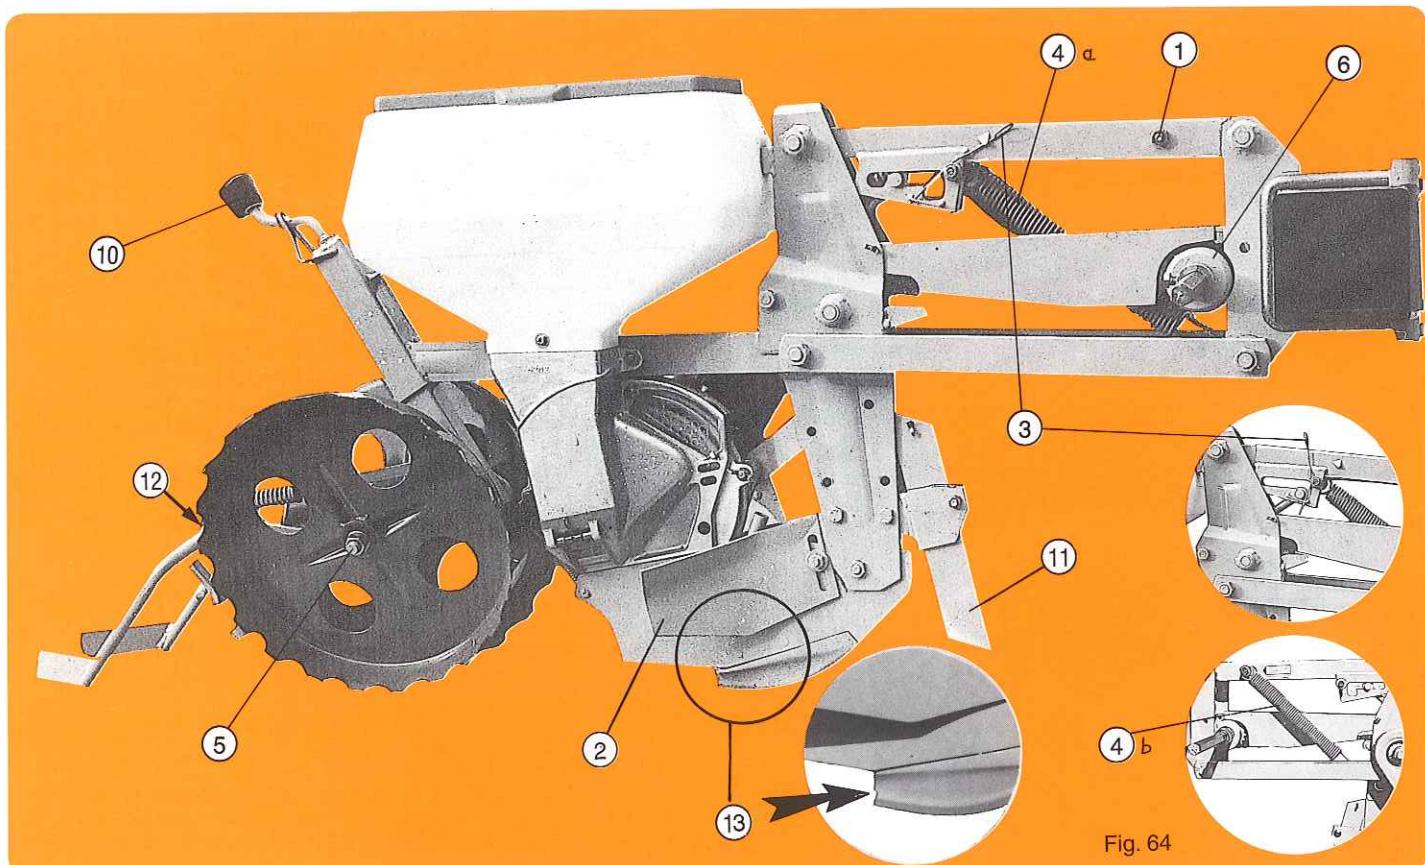
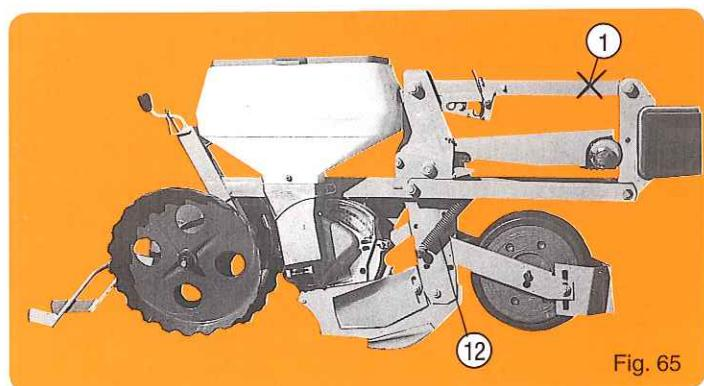
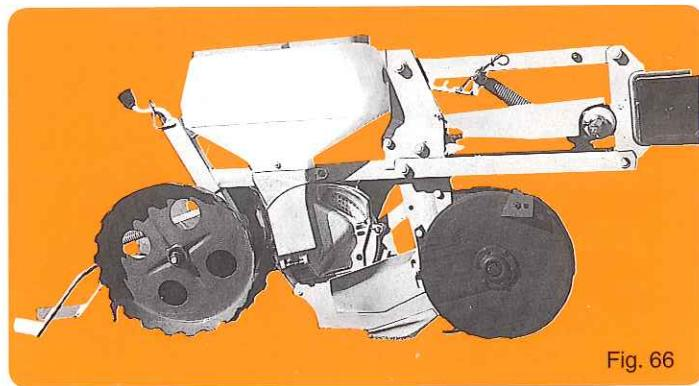
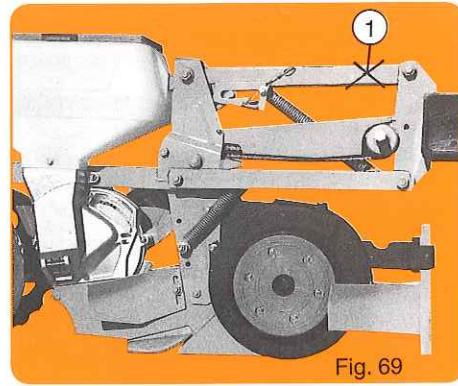

Fig. 64
Fig. 65
Fig. 66
Fig. 69
Version de base (fig. 64) :
- Bloc roue avant (fig. 65) : améliore la régularité de terrage. A retenir pour semis délicats tels haricots - soja - colza - sorgho... Par ses fixations disposer la roue en POSITION HAUTE.
- Avec cette roue supprimer le boulon de parallélogramme (1).
- Ne pas oublier les 2 ressorts stabilisateurs (12).
- Double disque d'élément (fig. 66) : pour terrains encombrés de résidus.
- Double disque + roues accolées (fig. 69) : livré avec soc spécial mais allongé. Pour terrage de 2,5 à 5 cm. Supprimer le boulon (1) de parallélogramme.
- (1) Boulon de blocage du bras de parallélogramme : ce boulon reste en place pour la version de base mais (fig. 64). Il doit par contre impérativement être enlevé avec roue avant (fig. 65) et avec double disque + roues accolées (fig. 69).
- (3) Taquet d'accrochage en position relevée (fig. 64) : en cours de travail laisser le ressort dans son cran pour éviter les accrochages involontaires du taquet.
- (4) Ressort de parallélogramme (fig. 64) : monté suivant (4), il accentue le poids de l'élément. Monté suivant (4) b, il allège l'élément. Avec roue avant supprimer le ressort de préférence.
- (5) Réglage de l'écartement des roues mais (fig. 64) : 2 bagues sur moyeux que l'on place soit côté intérieur, soit côté extérieur, permettent d'obtenir 2 écarts à la base. Utiliser les roues resserrees pour semis superficiels (1 à 3 cm).
- (6) Système de sécurité (fig. 64) : il provoque un cratotage sonore en cas de blocage de la distribution. Un arrêt est alors obligatoire (voir page 33). Graisser les dents du cratot à la mise en route pour faciliter les premiers déclenchements.
- (9) Réglage du terrage (fig. 64) : une jauge graduée facilite l'uniformité du réglage.
- (10) Coutre indépendant (fig. 64) : pour fendre les sols durs et écarter mottes et cailloux de la trace du sillón ; à remonter et même à escamoter complètement dans le cas de grosses pierres ou de rochers fixes.
- (11) Réglage de la hauteur des raclettes (fig. 64) par un jeu de rondelles d'épaisseur.
- (12) Lorsque l'usure du soc atteint le stade du décrochement le semis devient irrégulier : la pointe doit alors impérativement être remplacée.
Basic version (fig. 64) :
- Front press whell (fig. 65) : improves the uniformity of soil engagement. To be used for delicate seeds such as beans - soybeans - rape seed - sorghum... Set the whell in HIGH POSITION by means of its mounting.
- ATTENTION : for soil covered with clods or stones, or poorly prepared soil, the front press wheel could cause irregular spacing in the row. With the front press whell, remove the bolt in the upper parallel linkage (1). Do not forget the two stabilizer springs (12).
- Double disc opener (fig. 66) : for trashy field conditions.
- Double disc opener with side press wheels (fig. 69) : supplied with special long high corn shoe. Can only be used for depth ranging from 2.5 to 5 cm (1-2"). Remove the bolt (1) of the parallel linkage.
- (1) Bolt to block the arm of the parallel linkage : with the basic corn unit with clod remover or double disc opener, this bolt remains in its place. However, this bolt has to be removed when the front press wheel (fig. 65) or double disc opener with side press wheel (fig. 69) are used.
- (2) Clod remover : should work on the ground surface to avoid plugging at the metering box or chain.
- (3) Locking pawl to keep unit in a raised position (fig. 64) : while planting, in order leave the spring in its notch to avoid unexpected lock-up.
- (4) Springs for parallel linkage (fig. 64) : when mounted as per (4) A, they increase the down pressure of the planting unit. When mounted as per (4) B, they reduce the down pressure of the planting unit. When using the front press whell, reduce the down pressure as needed.
- (5) Adjustment of the spacing of corn press wheels (fig. 64) : placing the 2 bushings on the inside or the outside of the wheel hub allows for 2 basic widths. Use the narrow setting for shallow seeding (1-3 cm) (3/8 - 1 1/2").
- (6) Safety system (fig. 64) : this causes the clutch to sound in case of a blockage in the metering system. When this clutch sound is heard, stop the machine immediately (see page 33). The teeth of the clutch should be lubricated when restarting in order to make the first declutching easier.
- (10) Adjustment of the depth (fig. 64) : a gradual scale makes it easier to set the unit at a uniform depth.
- (11) Independent coulter (fig. 64) : to slice open hard soil and move aside clods or rocks in the path of the seed furrow ; to be removed completely when used in conditions with large rocks.
- (12) Adjustment of the height of the hillers (fig. 64) by means of a pair of washers.
- (13) When the shoe reaches this point of wear, sowing becomes irregular : the tip must then be replaced.